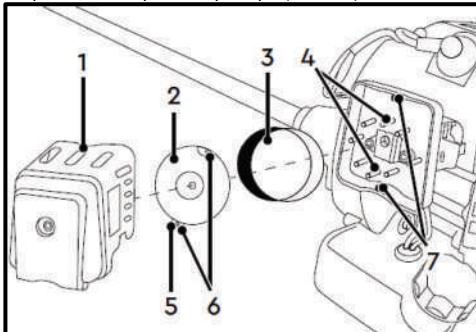

Рис. 55
- Зніміть кришку (1) корпусу повітряного фільтра з мотокоси (Рис. 55);
- Зніміть притискну пластину (2) фільтрувального елемента (3) (Рис. 55);
- Зніміть фільтрувальний елемент (3), **\*залежно від моделі** – промийте його в чистій воді із милом та просушіть, або продуйте повітрям не більше 2,5 бара (замініть, якщо він пошкоджений) (Рис. 55);
- Після очищення фільтруючого елементу (3), встановіть його в корпус повітряного фільтра, розташувавши за кронштейнами (4) (Рис. 55);
- Розташуйте притискну пластину (2) фільтрувального елемента (3) виступаючою частиною (5) донизу (Рис. 55);
- Встановіть притискну пластину (2) отворами (6) на кронштейни (7) (Рис. 55);
- Встановіть кришку (1) корпусу повітряного фільтра на мотокосу (Рис. 55);